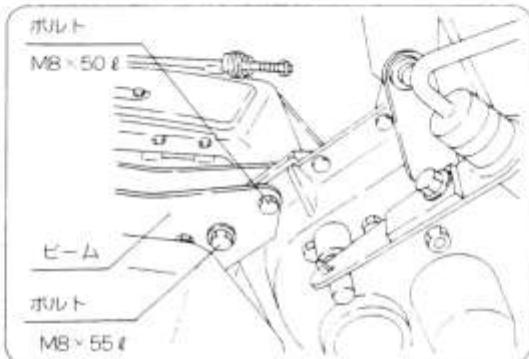

図54
- ① ビーム取付ボルト2本(M8×50ℓ、M8×55ℓ各1本)のナットをゆるめてください。(図54)